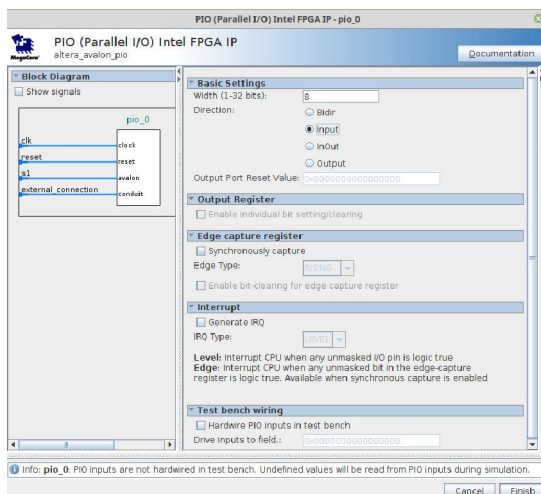
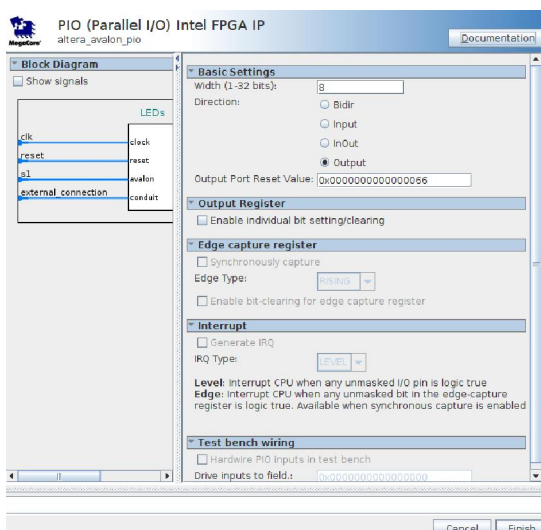

Рисунок 11. Налаштування порту введення.
Рисунок 12. Налаштування порту виведення.
6. Додайте два 8-бітні порти введення/виведення. Для цього оберіть *IP Catalog* → *Library* → *Processors and Peripherals* → *Peripherals* → *PIO (Parallel I/O) Intel FPGA IP* та натисніть *Add*. Налаштуйте їх так, як зображено на рис.11 та рис.12.